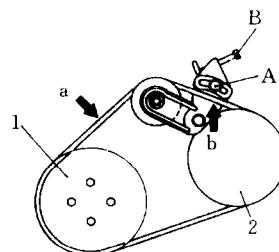

图 30 空调压缩机传动带的调整和传动带下沉量测量点——1994~1997 款华丽车 2.4L (4G64) 发动机
①在动力转向泵和水泵传动带中间处施加 22lbf (98N) 的力，传动带的下沉量应在 0.25~0.375in (6~9mm) 之间。
②通过松开固定转向泵的 3 个螺栓来调整松紧度，用合适的棒子或杠杆轻轻地移动转向泵体，使传动带达到期望的张力值。
③重新拧紧 3 个固定螺栓，并检查张力是否符合要求。
①在两带轮之间放置一直尺，其末端分别压在带轮顶部。
②在传动带中间处施加 22lbf (98N) 的力，以直尺位置为起点测量传动带下沉量，其值应为 0.315in (8mm) (图 30)。